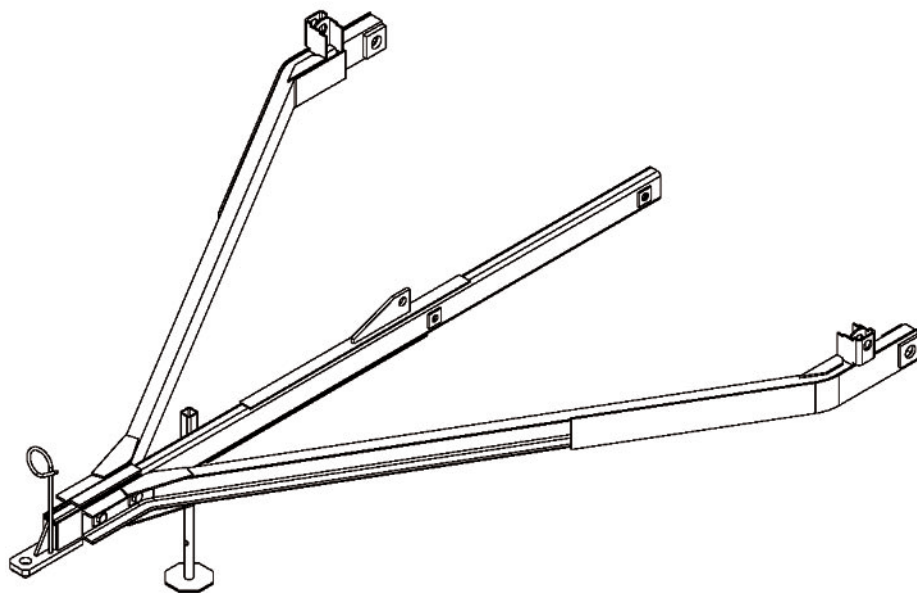

Рис.3
3.2. Сцепная рама (рис.3) представляет собой сборную конструкцию, которая состоит из трех основных сварных узлов, предназначена для соединения культиватора с трактором. Она шарнирно крепится к переднему брусу рамы и соединяется с кронштейном рамы гидроцилиндра.